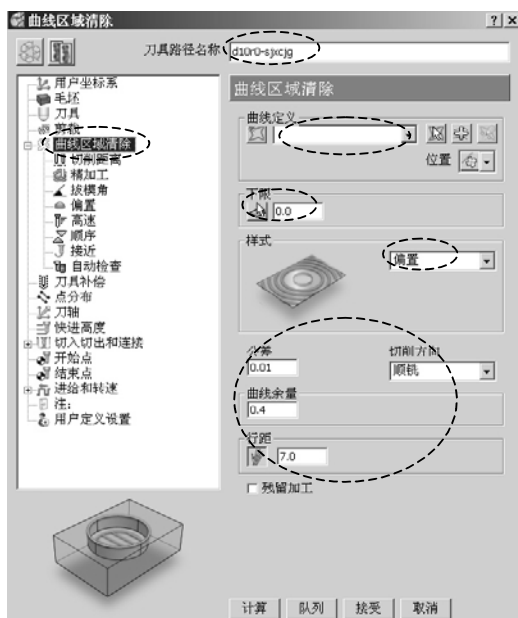

图 6-82 设置三角形腔刀路参数
1) 在 PowerMILL 综合工具栏中, 单击刀具路径策略按钮 , 打开“策略选取器”对话框, 选择“2.5 维区域清除”选项卡, 在该选项卡中选择“二维曲线区域清除”, 单击“接受”按钮, 打开“曲线区域清除”表格, 按图 6-82 所示设置参数。